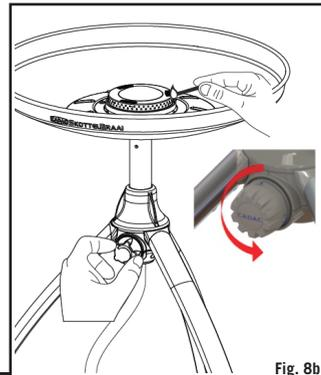

Fig. 8b
- Per accendere il dispositivo, usate un fiammifero o un accendino da barbecue. Aprite leggermente la valvola di controllo (K) come illustrato sotto "Informazioni generali" e accendete il fornello del dispositivo (G). Quando all'inizio è freddo, il dispositivo può essere acceso da sopra (v. Fig.8b) prima di disporre la superficie di cottura desiderata sulla casseruola di cottura (F).